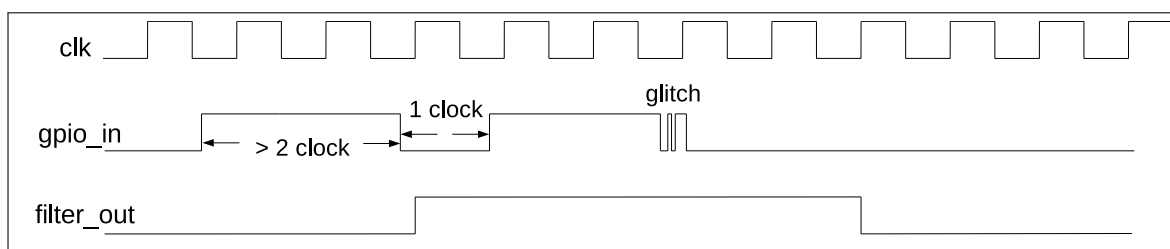

图 5-5. GPIO 输入信号滤波时序图
- 可选：置位 `IO_MUX_GPIO $n$ _FILTER_EN` 使能 GPIO 管脚的输入信号滤波功能，如图 5-5 所示。只有当输入信号的有效宽度大于两个时钟周期时，输入信号才会被采样。否则，输入信号将会被滤掉。